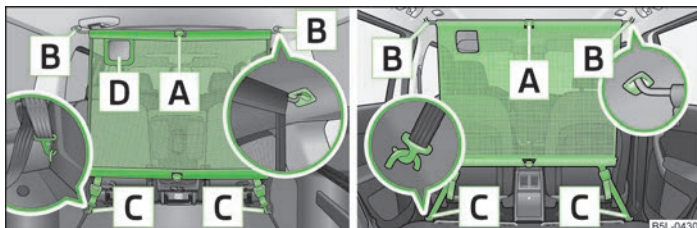

Fig. 60 Utilizar la red de separación detrás de los asientos posteriores/detrás de los asientos delanteros
- Montar la barra transversal en el alojamiento **[B]** » fig. 60, primero en un lado, y presionar hacia delante. Introducir de igual modo la barra transversal en el otro lado, en el alojamiento **[B]**.
- Soltar las cintas en ambos lados y desenganchar el gancho de mosquetón **[C]** » fig. 60.
- Presionar la tecla roja de la articulación **[A]** » fig. 60 - ésta se soltará.
La abertura **[D]** » fig. 60 en la red de separación sirve para implementar el cinturón de seguridad de tres puntos de fijación » página 141. ■